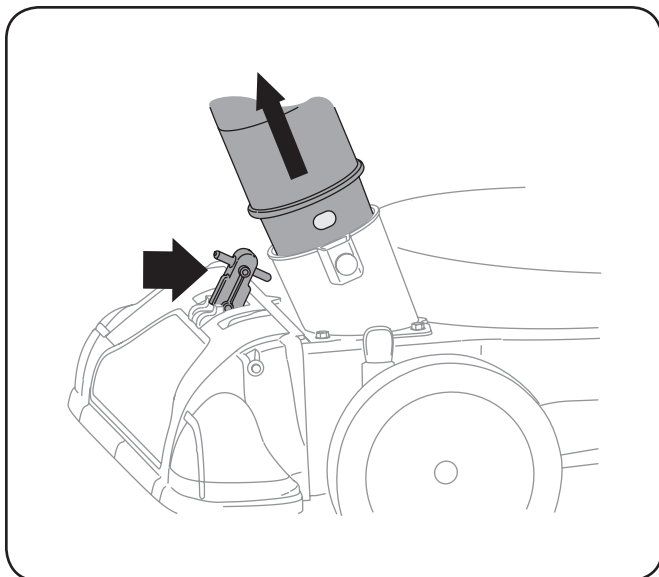

Figura 5-3
1. Coloque la palanca del pico / manguera de la aspiradora en la posición superior del pico para aspirar a través del mismo. Vea la Figura 5-3.
2. El perno con resorte debe estar en el primer orificio (el más cercano al final del tubo) del adaptador de la manguera para operar el pico de la misma. Vea la Figura 5-3.